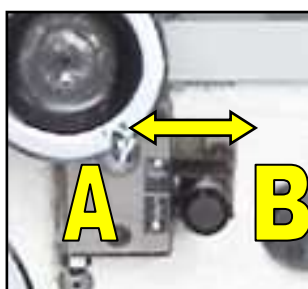

Figura 26 – Avanzamento trasversale → A / Avanzamento longitudinale → B.
4. Sollevare la leva n° 11 (Figura 26) per azionare il movimento automatico longitudinale del carrello, oppure abbassare la leva n° 11 (Figura 26) per azionare il movimento automatico trasversale del carrello.